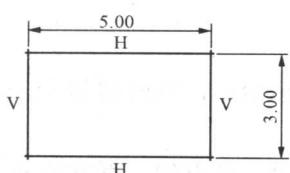

图 1-18 绘制矩形
(1) 单击 **□** 按钮，在绘图区中的某个位置处单击鼠标，确定矩形的一个角点，然后拖动鼠标调整矩形的大小。再次单击鼠标，确定矩形的另一个角点，矩形如图 1-18 所示。